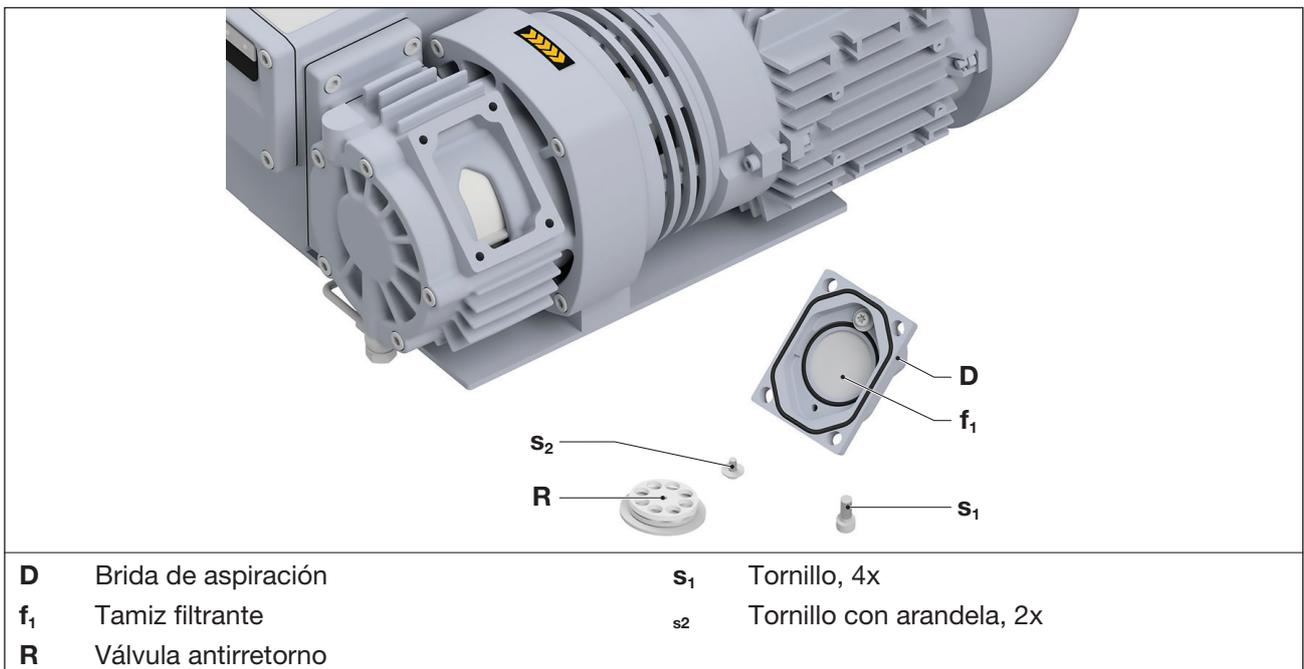

Fig. 5 Tamiz filtrante
Limpiar el tamiz filtrante (Fig. 5/f1) en la brida de aspiración lavándolo o utilizando aire comprimido o sustituirlo con mayor o menor frecuencia según el grado de suciedad del medio aspirado.
- Aflojar los tornillos (Fig. 5/s1) de la brida de aspiración (Fig. 5/D) y retirar la brida de aspiración.
- Afloje los tornillos con deslizamiento (Fig. 5/s2) de la válvula antirretorno y retire la válvula antirretorno de la brida de aspiración. Si la válvula de retención está sucia, puede limpiarse soplándola.
- Retire el tamiz filtrante (Fig. 5/f1) de la brida de aspiración y límpielo.
- Vuelva a insertar el tamiz filtrante (Fig. 5/f1) y la válvula antirretorno en la brida de aspiración (Fig. 5/D) y fije la válvula antirretorno con los dos tornillos (Fig. 5/s2). Par de apriete: 4 Nm
- Vuelva a colocar la brida de aspiración en la carcasa y fíjela con los cuatro tornillos (Fig. 5/s1). Par de apriete: 10 Nm